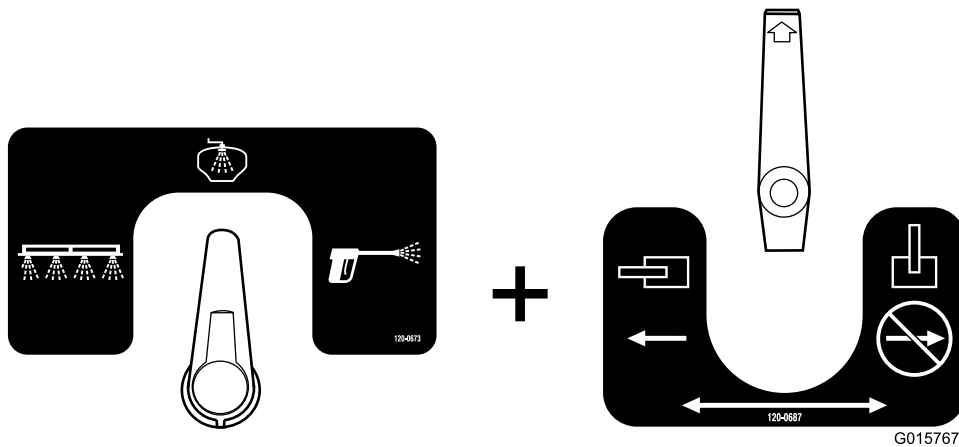

Bild 34
- Dies ist die Behälterspülkonfiguration (Bild 34). Verwenden Sie diese Einstellung, um Spülwasser mit den Spüldüsen im Tank zu verspritzen.